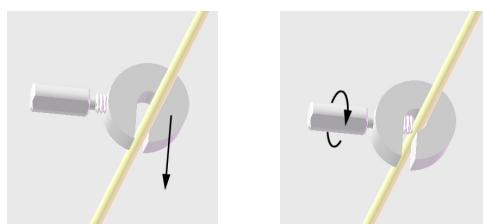

Figura 2: Applicazione dell'arresto dell'elettrocatetere DBS
5. Misurare la profondità desiderata dell'elettrocatetere DBS con un calibro o un righello e applicare l'arresto dell'elettrocatetere DBS a tale lunghezza. Per applicare l'arresto dell'elettrocatetere DBS, premere l'elettrocatetere DBS al centro dell'arresto e quindi serrare la vite (Figura 2). Questo farà sì che l'elettrocatetere DBS sarà inserito alla profondità corretta.